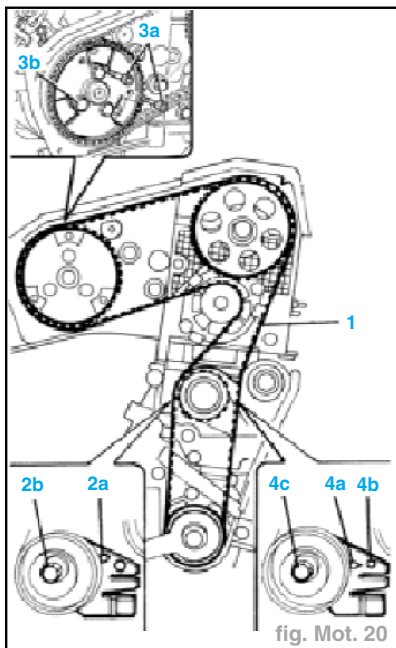

fig. Mot. 20
- Terminer le remontage de la courroie de distribution (1) en suivant la procédure indiquée (fig. Mot. 20).